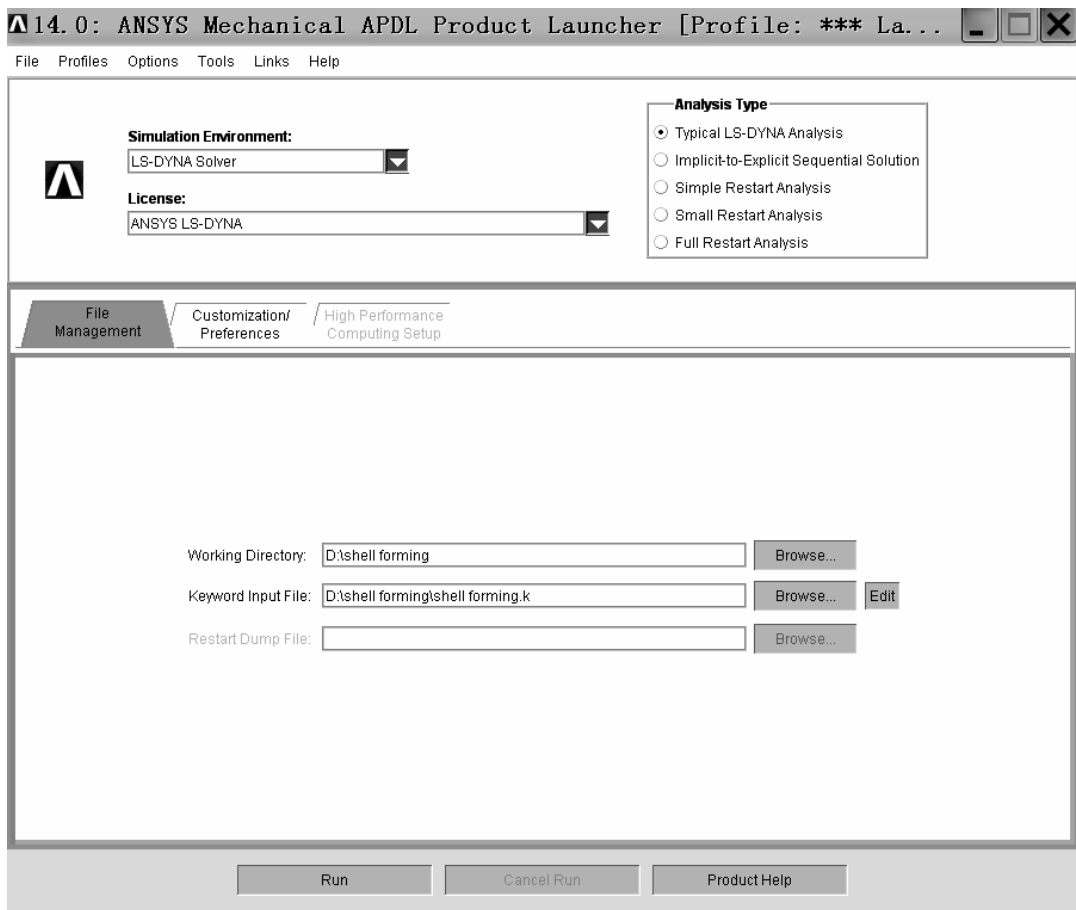

图 10-118 “14.0 Mechanical APDL ANSYS Product Launcher [Profile: \*\*\* La...” 窗口
(1) 打开 “14.0 Mechanical APDL ANSYS Product Launcher [Profile: \*\*\* La...” 窗口（见图 10-118）。其实该窗口前面已经打开，只需单击桌面下方任务栏中该窗口的最小化图标使该窗口显示出来即可。如果前面已将该窗口关闭，可以用 “开始” 菜单中的 “ANSYS 14.0” 文件夹下的 “Mechanical APDL Product Launcher 14.0” 图标打开（单击此图标）。
(2) 单击 “14.0 Mechanical APDL ANSYS Product Launcher [Profile: \*\*\* La...” 窗口中 “Simulation Environment:” 方框后的倒立三角形图标，选中 “LS-DYNA Solver”。
(3) 单击 “14.0 Mechanical APDL ANSYS Product Launcher [Profile: \*\*\* La...” 窗口中 “License:” 方框后的倒立三角形图标，选中 “ANSYS LS-DYNA”。
(4) 选中 “14.0 Mechanical APDL ANSYS Product Launcher [Profile: \*\*\* La...” 窗口中 “Analysis Type” 方框后的 “Typical LS-DYNA Analysis” 按钮。